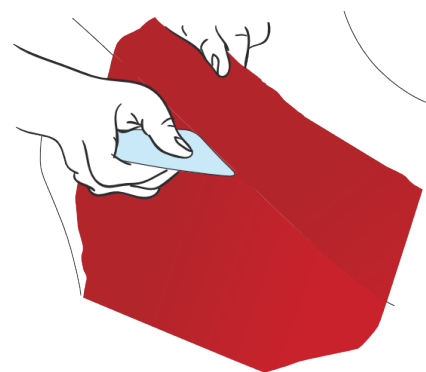

Figure 33
- › Marquer les contours de la pièce : décoller le film de la pièce adjacente et emmener le dans le creux à l'aide de la raclette, afin de bien marquer le bord du joint. (FIG. 33)